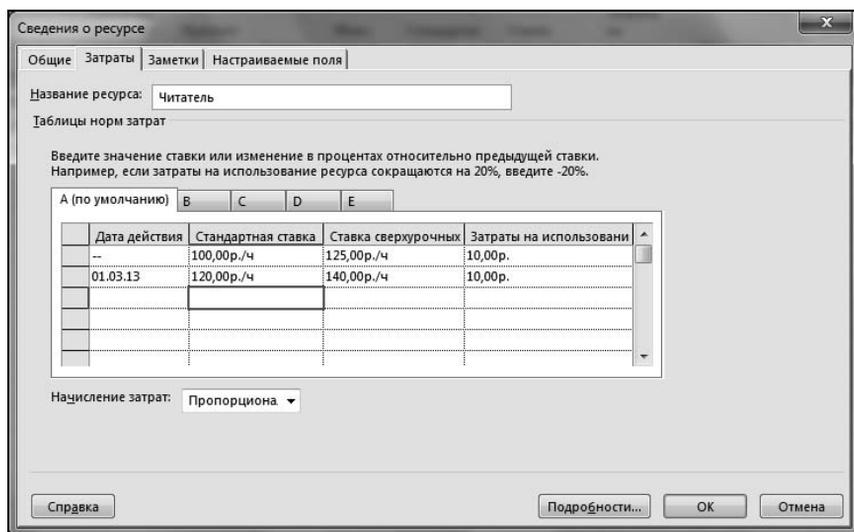

Рис. 4.55. Окно **Сведения о ресурсе**, вкладка **Затраты**
5. Выбор вкладки **Затраты** (рис. 4.55) позволяет управлять связанными с работами данного ресурса затратами. Можно создать до пяти так называемых *таблиц описания связанных с ресурсами затрат* (таблиц норм затрат) с идентификаторами А, В, С, D и E. Определение конкретных условий применения каждой из этих таблиц должно выполняться в соответствии с корпоративными стандартами и условиями проекта.
Переключаться между таблицами можно, переходя на одноименные вкладки, ярлыки которых находятся над таблицей (см. рис. 4.55). В каждой из таблиц для выбранного ресурса можно определить:
Если хотя бы некоторые из перечисленных ранее показателей изменяются по интервалам времени, то в столбце **Дата действия** следует ввести начальную дату интервала. При этом для каждого интервала в показанную на рис. 4.55 таблицу норм затрат должна быть введена своя строка.
Кроме того, раскрывающийся список **Начисление затрат** в нижней части показанного на рис. 4.55 окна позволяет выбрать один из допустимых вариантов распределения затрат относительно цикла соответствующих задач. Можно выбрать следующие значения этого показателя: